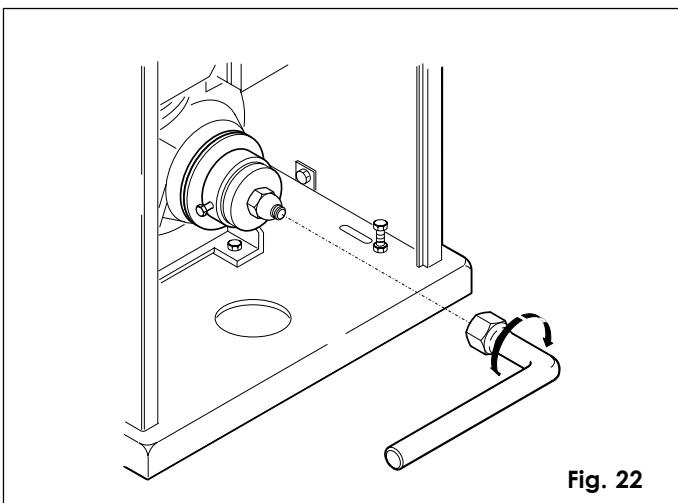

Fig. 22
- Con la chiave in dotazione svitare il dado autobloccante fino allo sblocco della frizione come indicato in fig. 22.
- Avvitare il dado autobloccante fino a battuta meccanica come in fig. 22.